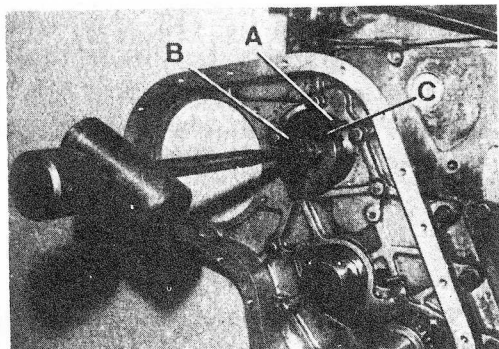
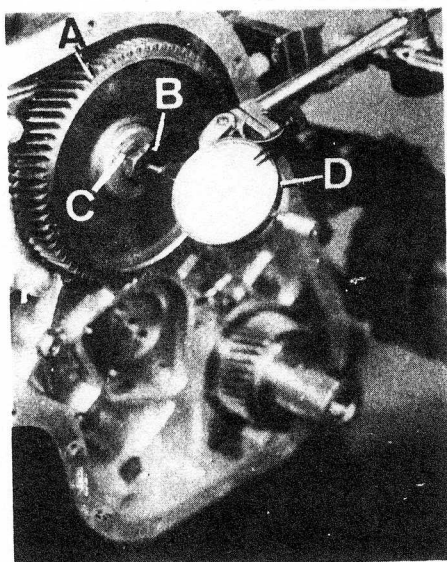

Fig. A3-101 Desmontaje del árbol de levas
Fig. A3-102 Comprobación del juego longitudinal del árbol de levas
- 1.7. Desmontar la placa tope del árbol de levas, A (Fig. A3-101) y extraer el árbol de levas, B, procurando hacerlo de forma que el árbol de levas no golpee sobre sus casquillos de apoyo.
- 2.1. Instalar el árbol de levas, B (Fig. A3-101), teniendo la precaución de no dañar sus casquillos de apoyo.
- 2.2. Montar la placa tope, A (Fig. A3-101) y fijarla con sus tornillos y arandelas elásticas, C.
- 2.3. Montar el engranaje del árbol de levas, A (Fig. A3-102), de forma que el chavetero del engranaje marcado con "P", encaje en la chaveta del árbol de levas.
- 2.4. Montar el tornillo, B (Fig. A3-102) de retención del engranaje y una nueva placa de freno, C. Apretando dicho tornillo a una tensión de 3.75 á 4.25 mkg.
- 2.5. Instalar un comparador, D (Fig. A3-102) de forma que el palpador haga tope sobre el engranaje. Desplazar el engranaje hacia dentro y hacia afuera, para medir el juego longitudinal que deberá estar comprendido entre 0,076 y 0,176 mm. En el supuesto de que dicho juego estuviese en "mas" o en "menos", habría que sustituir la placa tope, A (Fig. A3-101). Si el juego longitudinal, está dentro de la medida indicada, desmontar el comparador y frenar definitivamente el tornillo, B (Fig. A3-102) con su placa freno, C.